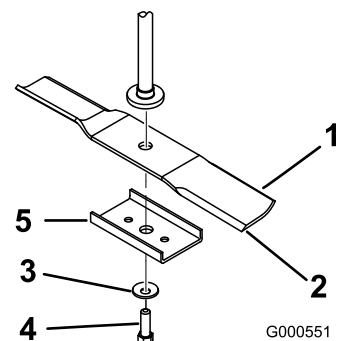
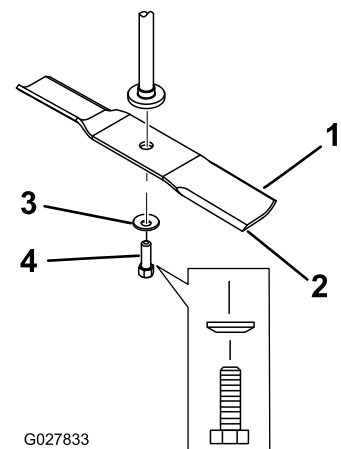

Bild 52
Bild 53
2. Nehmen Sie die Messerverstärkung (nur 81-cm-Mähwerke), die Messerschraube, Wellenscheibe und das Messer von der Spindelwelle ab (Bild 52 und Bild 53).
- Setzen Sie das Messer auf die Spindelwelle (Bild 53).
- Montieren Sie die Messerverstärkung (nur 81-cm-Mähwerke), die Wellenscheibe (Schalenseite zum Messer) und die Messerschraube (Bild 53).